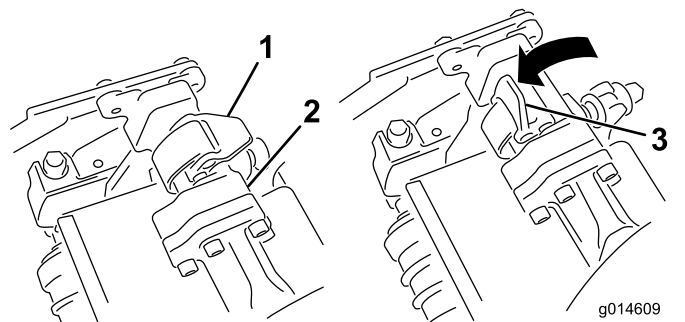
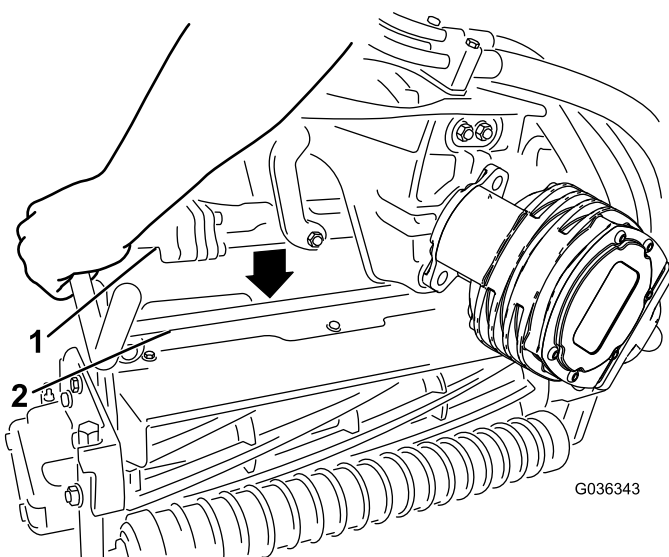

図 65
図 66
4. サスペンションアームのバーについているラッチ 図 65を開き、サスペンションアームを押し下げてバーをカッティングユニットの両方のピッチアームの上におろし、ラッチがカッティングユニットのクロスバーの下にくるようにする 図 66。
5. ラッチを下げて閉じるとカッティングユニットのバーがロックされてユニットがアームにセットされる 図 65。
6. 取り外したいカッピングユニットのサスペンションアームのバーについているラッチを開く 図 65。